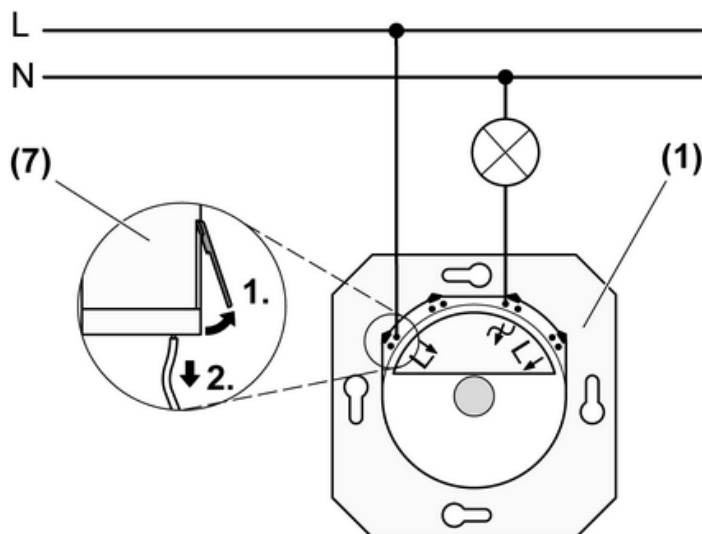

Figura 2: Schema di collegamento
- (1) Variatore di luce
- (7) Staccare il cavo di collegamento dal morsetto a innesto
- Collegare il variatore di luce come da schema di collegamento (figura 2).